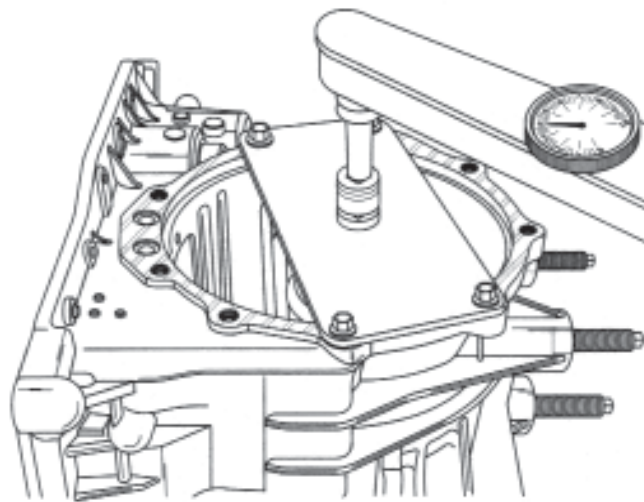

Figura 127
34. Faça a medição com um torquímetro (lb.pol.), conforme ilustrado na Figura 127, devendo a mesma ser de 0.3-0.6 N-m (2.65 a 5.30 lb.pol.).